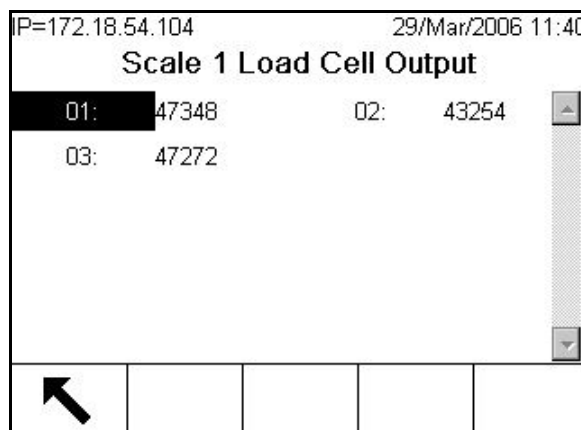

Figura 3-18: Pantalla de salida de celda de carga
- Salida de celda de carga: Muestra la salida actual de la celda de carga (peso activo) para la báscula (Figura 3-18). Los números en la báscula de abajo muestran las direcciones de la celda de carga para cada salida. Para celdas de carga digitales se mostrarán conteos de celda individuales. Los conteos de celda individuales son la salida sin procesar de las celdas de carga, las cuales el indicador traduce a peso por cálculo, usando información que obtiene a través del proceso de calibración.